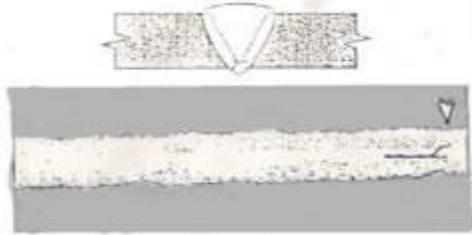

Figura 11
– En el arranque de la soldadura por cambio de electrodo pueden producirse fisuras en forma de estrella por efecto del brusco enfriamiento y recalentamiento del material (son fisuras en caliente). Figura 11